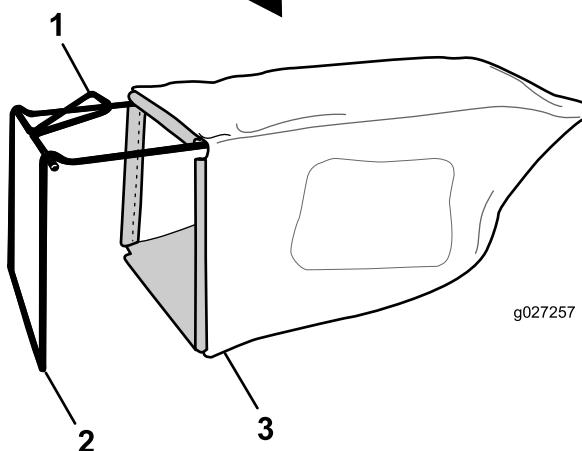

Figure 6
1. Glissez le bac sur l'armature, comme montré à la Figure 6.
**Remarque:** Ne passez pas le bac par dessus la poignée (Figure 6).